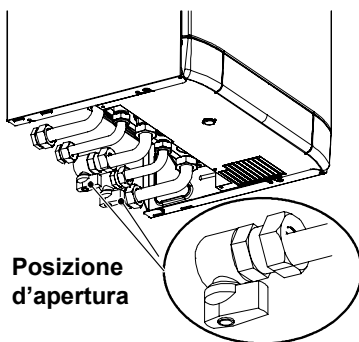

Figura 2.1 Vista lato inferiore.
- 1 I rubinetti della caldaia devono essere aperti **Figura 2.1**